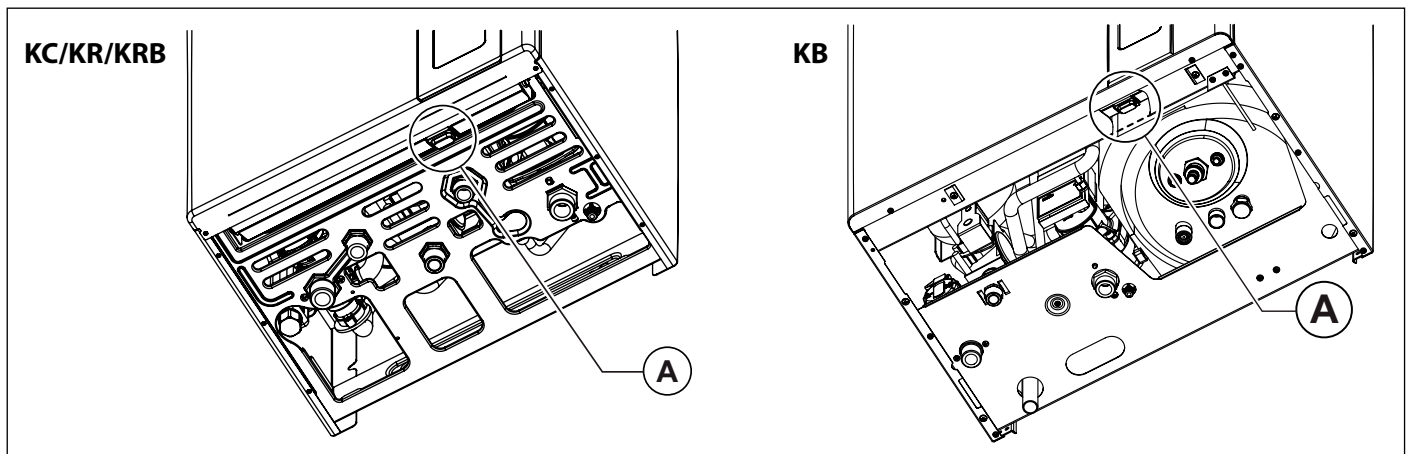

Abb. 2 Stromzufuhr, Geräte Ein-/Ausschalter.
- Die Stromzufuhr (A) einschalten (siehe Abb. 2 *Stromzufuhr, Geräte Ein-/Ausschalter*).